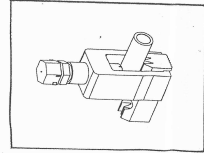

Figure 4
- Après vérification, engager les conducteurs dans les connecteurs (fig. 4).